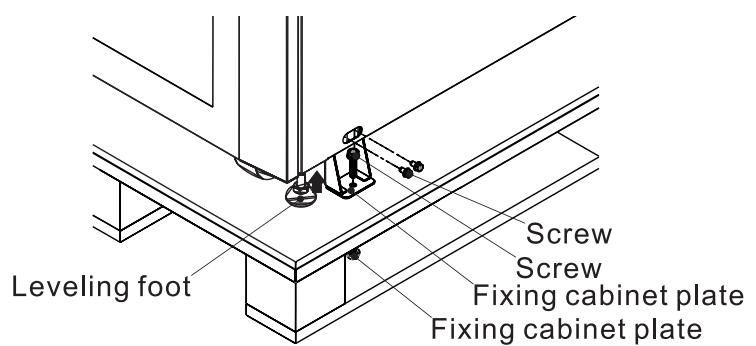

Figure 4.4
- Retirer les quatre plaques de fixation (Figure 4.4) et desserrer les pieds de nivellement en les tournant dans le sens contraire des aiguilles d'une montre, en les remontant au-dessus du niveau des roulettes. L'armoire de l'onduleur peut maintenant être roulée de la palette sur la rampe. Au moins trois personnes doivent être présentes pour déplacer l'onduleur vers l'espace d'installation, deux pour soutenir les côtés de l'onduleur et une troisième personne pour guider l'onduleur vers son emplacement final.